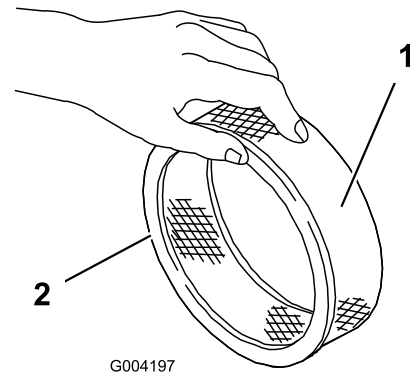

Bild 17
5. Untersuchen Sie den Papierfilter auf Risse, einen öligen Film und Schäden an der Gummidichtung (Bild 17).
1. Schieben Sie den Schaumvorfilter vorsichtig auf den Papierfilter (Bild 17).